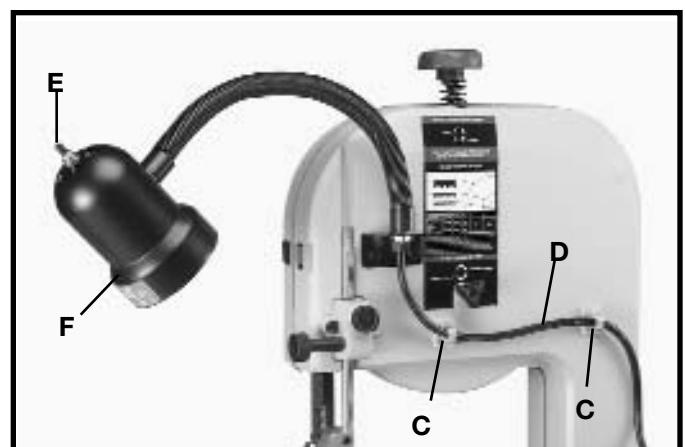

Fig. 13A
2. Retirer l'endos des colliers de cordon (C) fig. 13A, et appliquer un collier à chacun des endroits indiqués. S'assurer que le cordon de la lampe soit acheminé loin de la lame, puis fixer le cordon (D) aux colliers de cordon (C) tel qu'ilustré sous la figure 13A.
3. La lampe flexible fonctionne indépendamment de la scie à lame ruban. Pour allumer ou éteindre la lampe, tourner l'interrupteur (E) fig. 13A.